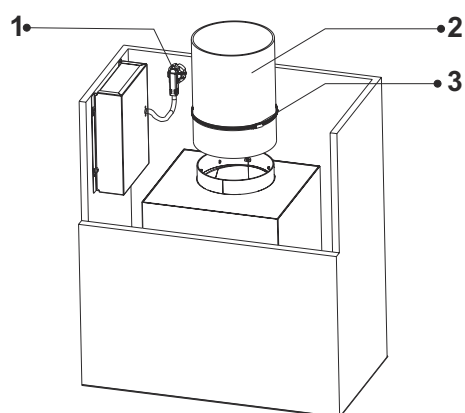

Fig. 19
**6.** ➔ Tilslut strømkabel (bemærk der skal være jord i tilslutningen) (Fig. 19).
Aftrækskanalen skal tilsluttes produktets aftræksstuds, stram denne evt. med spændebånd. (Fig. 19).